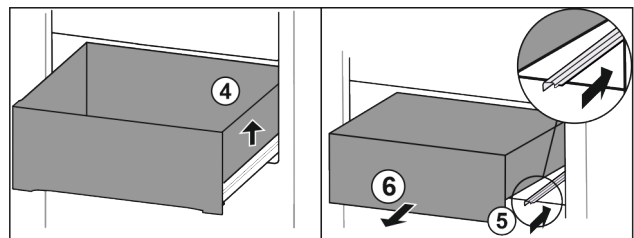

Fig. 78
- ▶ Tõstke sahtel paremalt üles. Fig. 78 (4)
- ▶ Lükake parem siin sisse. Fig. 78 (5)
- ▶ Võtke sahtel ettepoole välja. Fig. 78 (6)